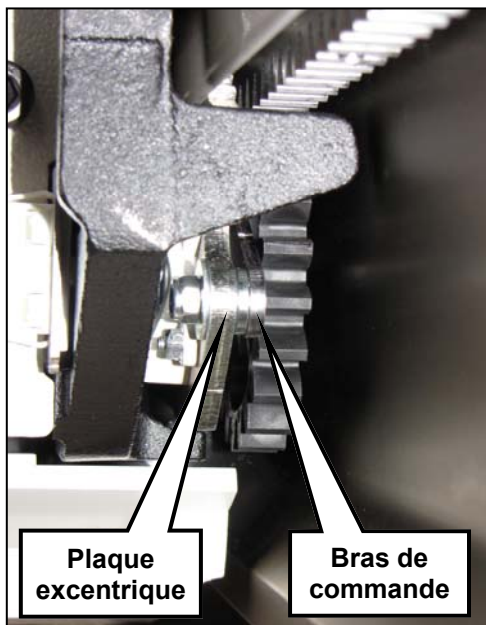

Figure 1
- Pour réinitialiser le régulateur de survitesse, faire monter le monte-escalier à la main à l'aide d'une douille d'entraînement de ¼ pouce placée sur l'arbre de commande manuel du moteur jusqu'à ce que la plaque excentrique soit rappelée à sa position de déplacement (Fig. 1).